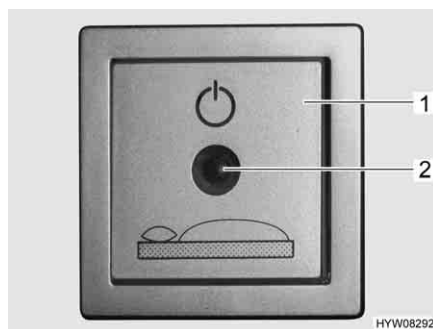

Fig. 78 Interruttore a tasto attivazione letto di coda
- Premere una volta l'interruttore a tasto (Fig. 78,1) nel gavone di coda per attivare la meccanica di sollevamento. La spia di controllo (Fig. 78,2) si accende.
- Premere di nuovo l'interruttore a tasto (Fig. 78,1) per disattivare la meccanica di sollevamento. La spia di controllo (Fig. 78,2) si spegne.